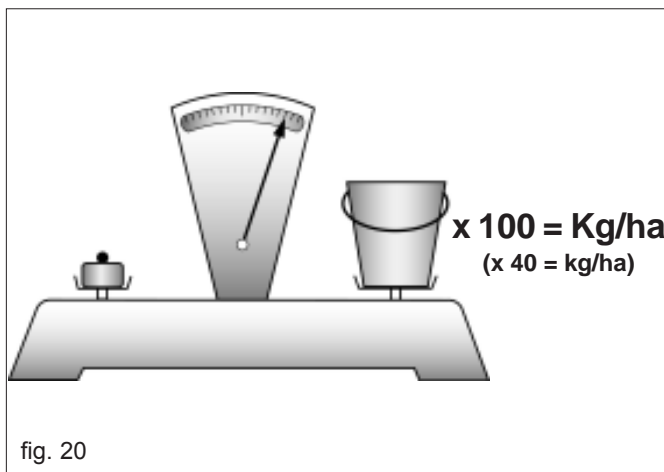

fig. 20
- 7) Pesar la cantidad de semilla recogida en las cubetas y multiplicarlo por 100 o por 40 según de las rotaciones efectuadas, el valor obtenido será igual a la cantidad en kilogramos distribuida por hectárea (Fig. 20).
- 8) Pese la cantidad recogida en las cubetas y multiplique la cifra por 100 o por 40, según las rotaciones efectuadas. El valor obtenido será la cantidad en kilogramos distribuida por hectárea (Fig. 20).